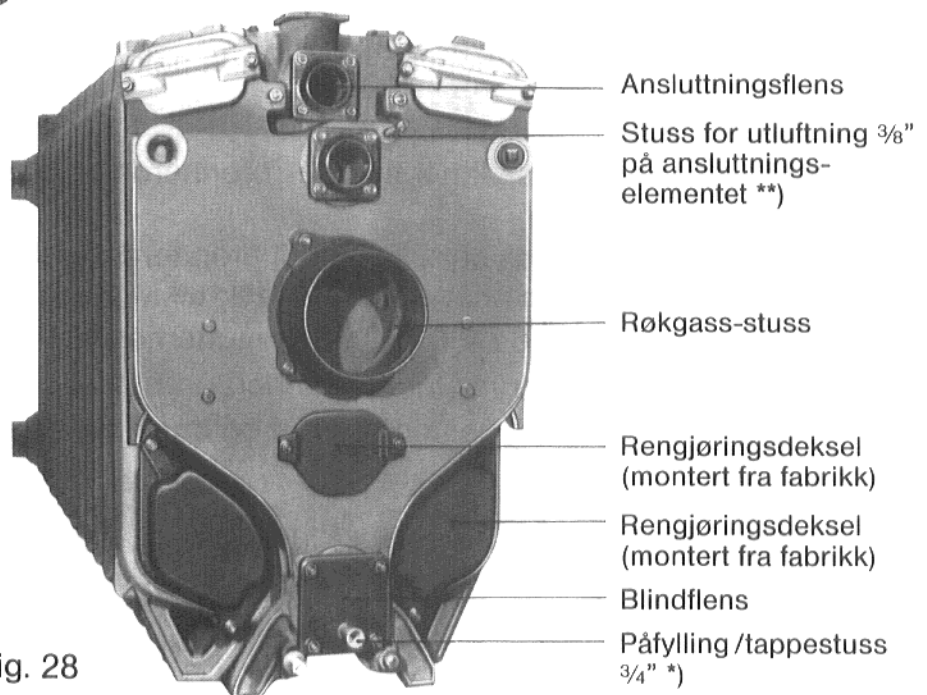

Fig. 28
Røkgass-stuss (Fig. 28) settes inn på de tre panneskruene på anslutningselementet og skrues fast med muttre. Faser pakningssnor er lagt inn.
***) Lufterør, $\frac{3}{8}$ " (100 mm langt) med luftventil $\frac{3}{8}$ " må skaffes og monteres (pakkes) på stedet (Fig. 28).